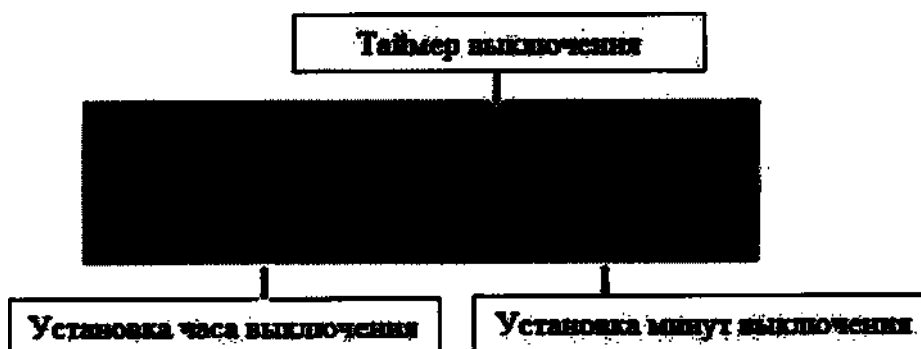

Рисунок 5.12 – Настройка таймера выключения
5.14.6 Для изменения времени выключения прибора нажмите кнопку [SET] еще раз, индикация ЖК-дисплея перейдет в режим установки времени (рисунок 5.12, мигающие сегменты обведены пунктиром).